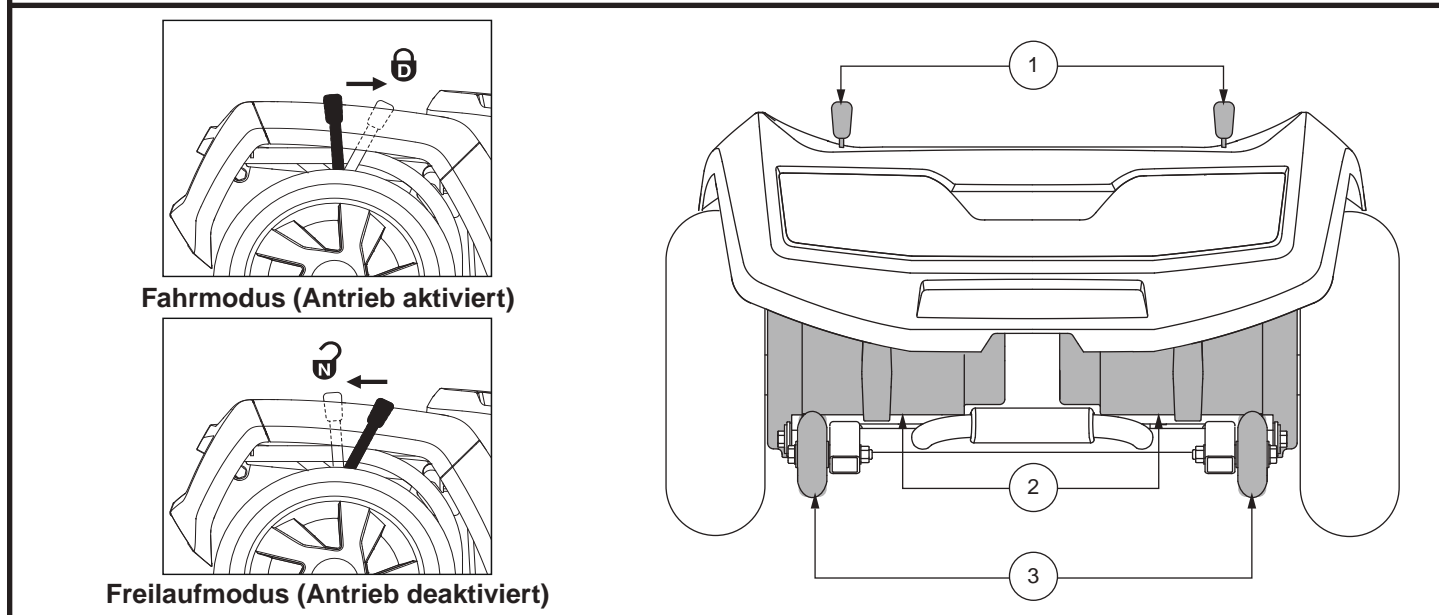
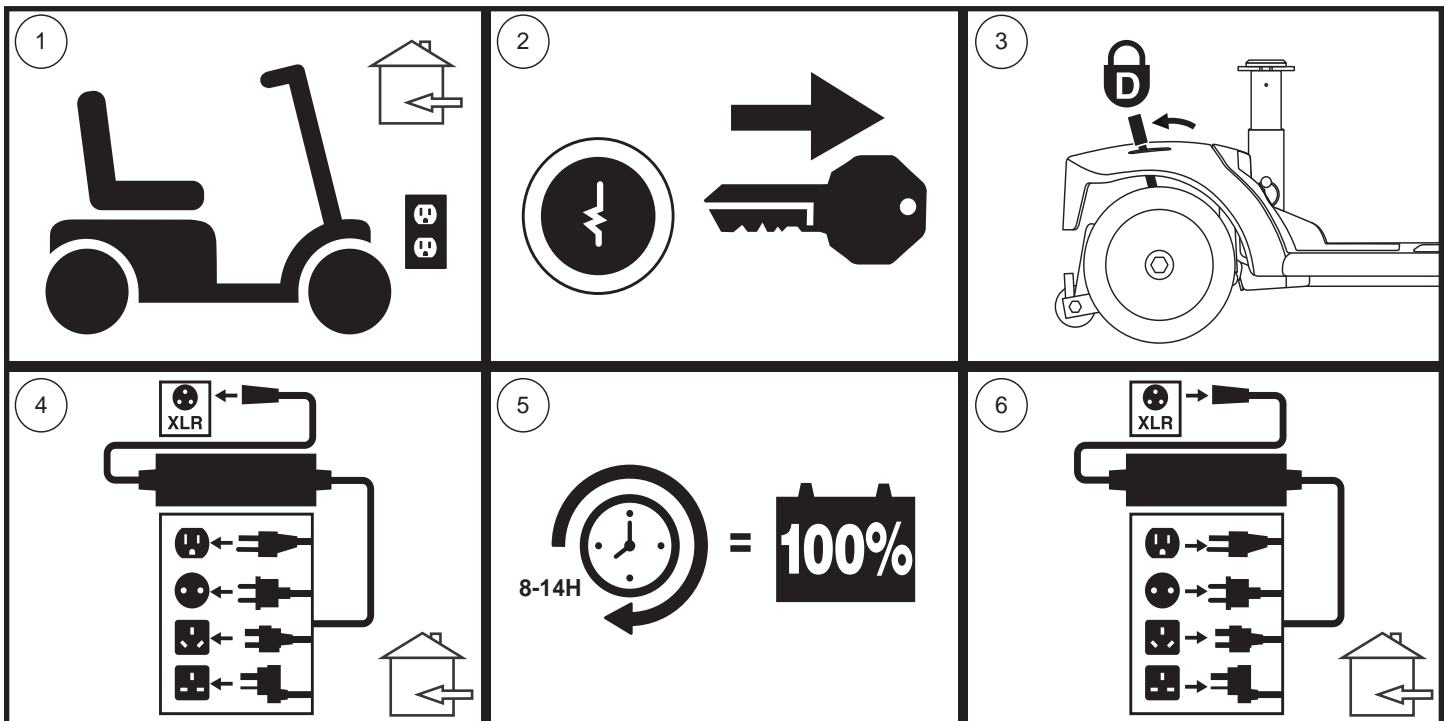

Abb. 7. Hinterseite des Fahrgestells - 710ZT
Abb. 12. Vorgehensweise zum Aufladen der Batterien
Der Elektromobil hat einen manuellen Freilaufhebel für jeden Motor. Diese Hebel ermöglichen Ihnen, die Antriebsmotoren zu entkoppeln und das Elektromobil manuell zu manövrieren. Diese Betriebsweise wird Freilaufmodus genannt. **Siehe Abb. 7.**
1. Sie suchen die Hebel an der Hinteren Seite des Fahrgestells. **Siehe Abb. 7.**
HINWEIS: Beim Modell 710ZT arbeiten die manuellen Freilaufhebel in die entgegengesetzte Richtung (siehe Abb. 7). Daher müssen die Hebel für Schritt 3 von Fig. 12 nach vorne gedrückt werden, um den Antriebsmodus zu aktivieren.